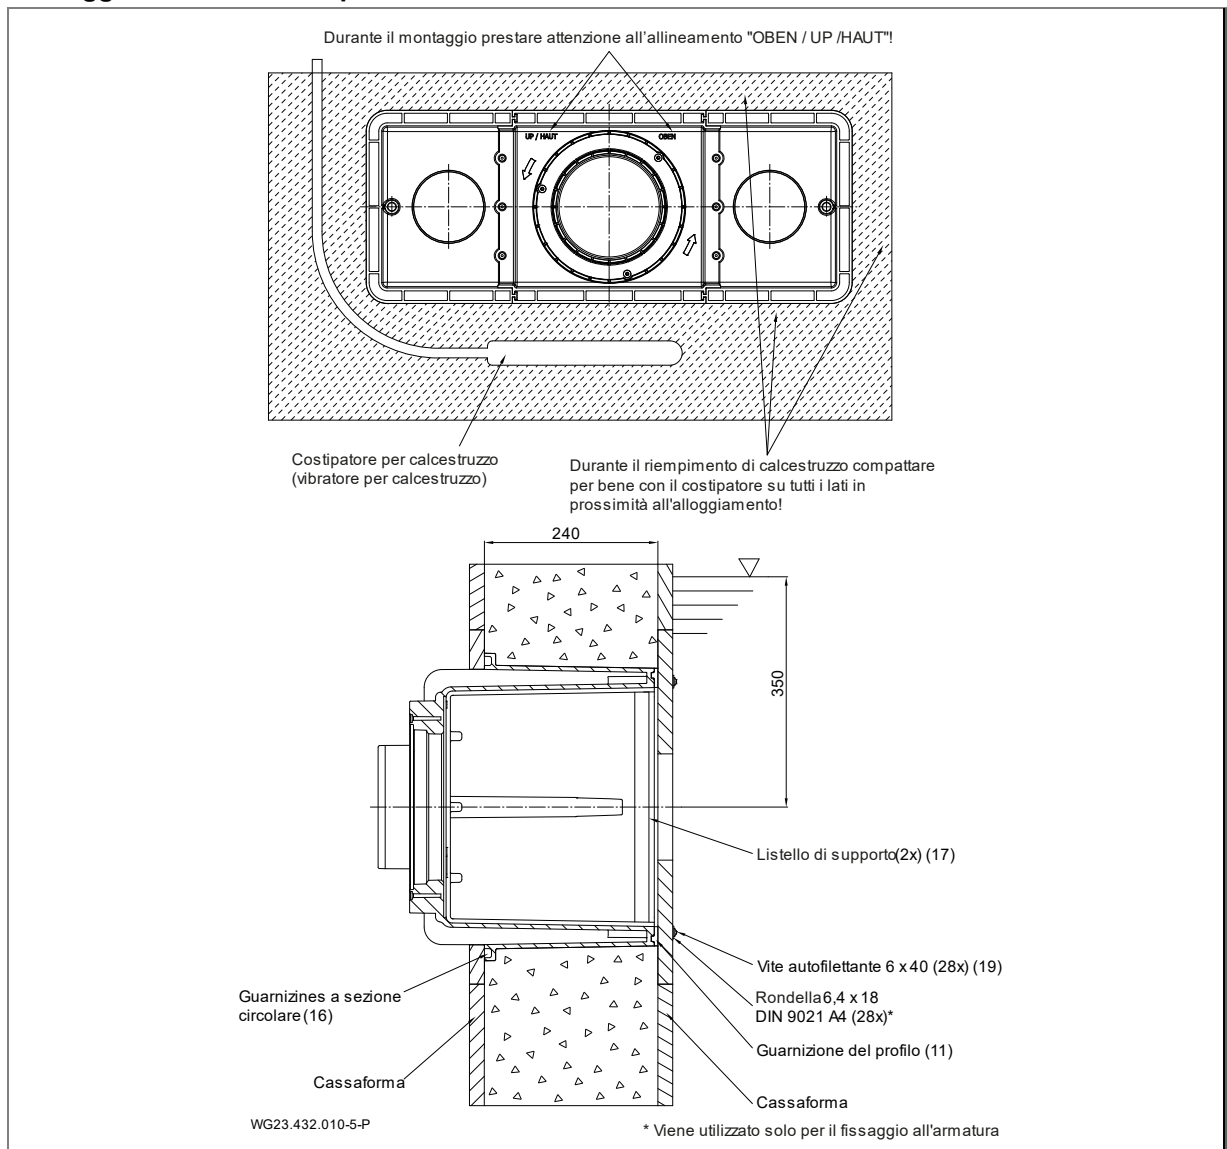

Fig. 6
Per l'impermeabilizzazione della parete in calcestruzzo, si consiglia di creare un anello circonfferenziale di resina epossidica/sabbia di quarzo sulla parete esterna dell'alloggiamento (1) sul lato della vasca. Vedere "Fig. 6" a pagina 15.